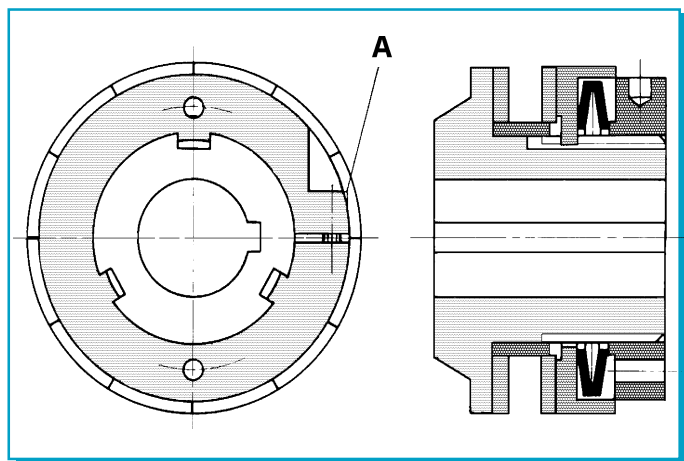
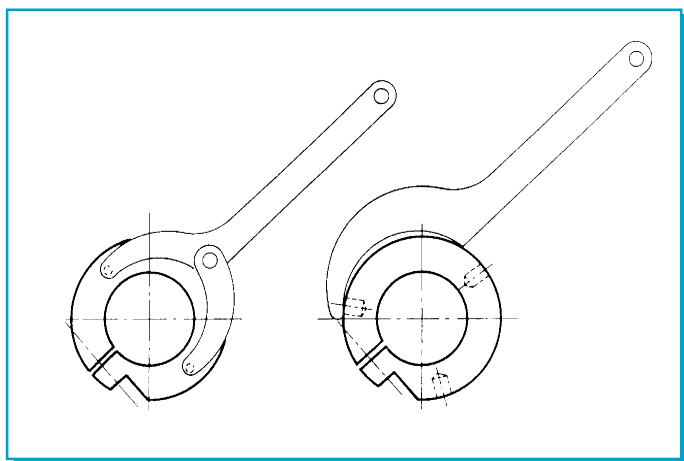

Fig.4
Fig.5
- Montare la molla a tazza nella conformazione (MC o MS) desiderata. Allentare le viti di bloccaggio (A - Fig. 4) e serrare la ghiera di regolazione, tramite apposita chiave che può essere impiegata indifferentemente sui fori assiali o su quelli radiali (Fig. 5).
- Fit the Belleville spring in the desired configuration (MC or MS). Loosen the clamping screws (A - Fig. 4) and tighten the adjuster nut, using the special spanner that may be used on both axial or radial holes (Fig. 5).
- Monter la rondelle sphérique dans la conformation (MC ou MS) voulue. Desserrer les vis de blocage (A - Fig. 4) et serrer le collier de réglage à l'aide de la clef prévue à cet effet qui peut être utilisée indifféremment sur les trous axiaux ou sur les radiaux (Fig. 5).
- Die Tellerfeder in der gewünschten Konfiguration (MC oder MS) montieren. Die Anzugsschrauben (A - Abb. 4) lösen und die Nachstellmutter mit dem mitgelieferten Schlüssel anziehen, der auf den Axial- und auf den Radialbohrungen gleichermaßen verwendet werden kann (Abb. 5.).